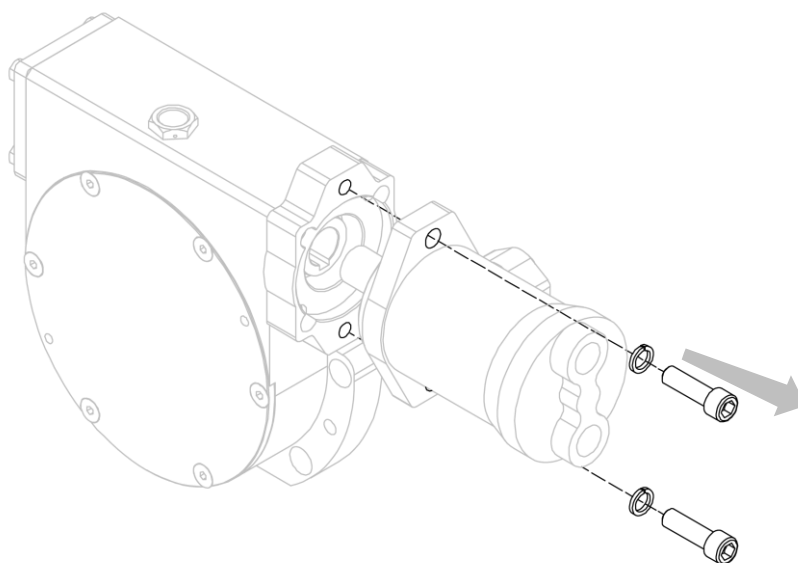

Figura 40
4. Separare il motore dal riduttore, dopo aver rimosso le relative viti che lo vincolano (vedi *Figura 40*).